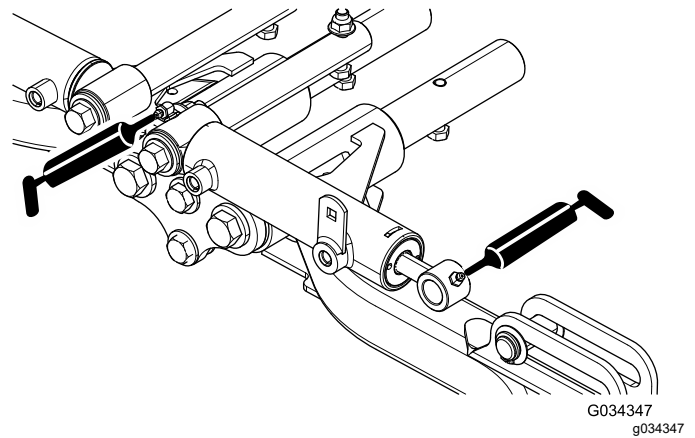

Figura 57
- Perna del braccio di sollevamento anteriore e cilindri di sollevamento (3 cad.); fate riferimento alla Figura 57.